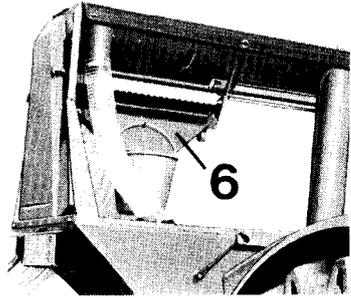

Fig. 28
6. Je einen Eimer unter die Ausläufe (Fig. 28/6) hängen.